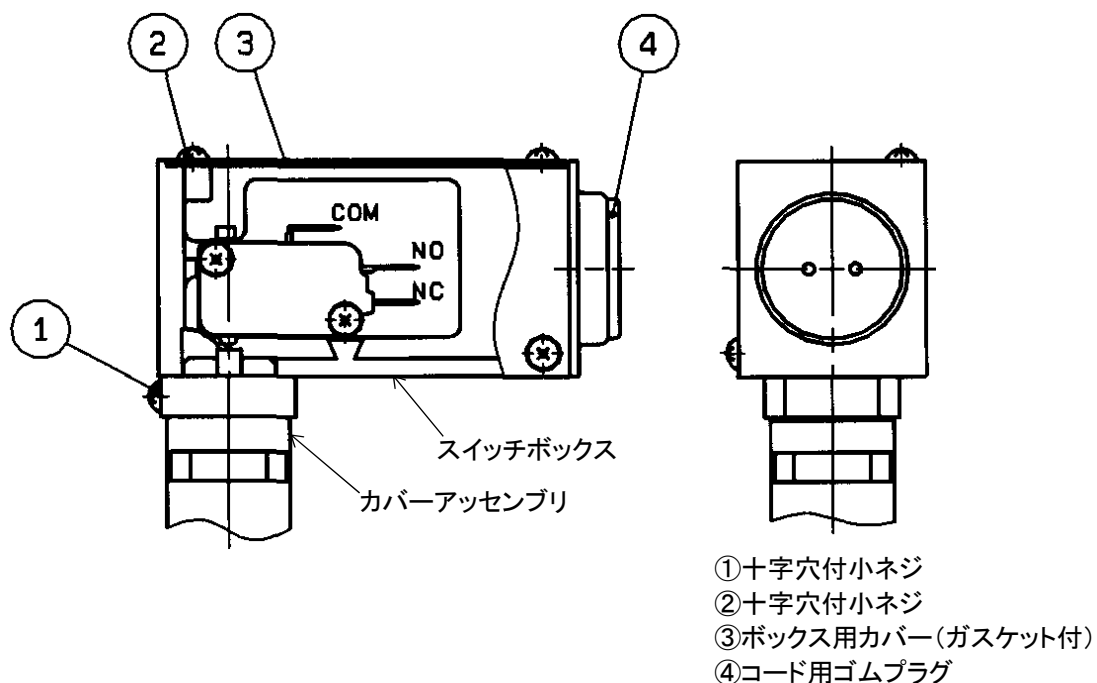

図 1
1. 図 1 に示す①十字穴付小ネジ(2 個)を緩めて、スイッチボックスを上へ引き抜いてください。
2. スwitchボックスの②十字穴付小ネジ(4 個)を外して、③ボックス用カバーを取外してください。